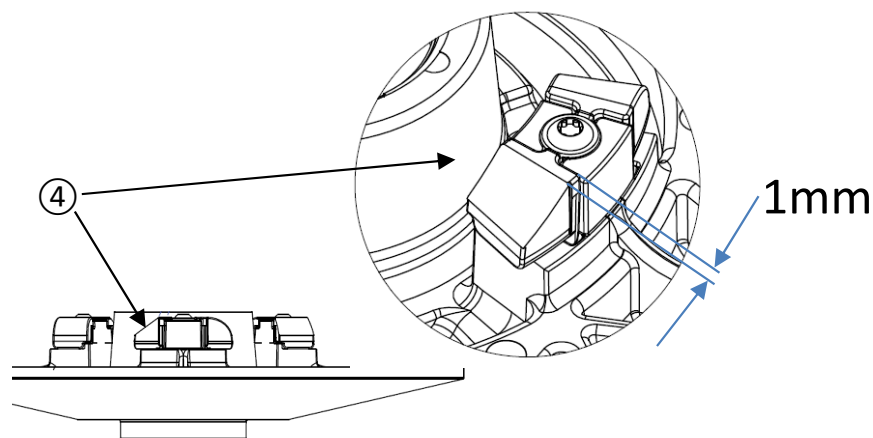

Figure 25
- Si les patins de came (4) sont usés à environ 1 mm avant d'entrer en contact avec le support du patin de came, ils doivent être remplacés (figure 25).